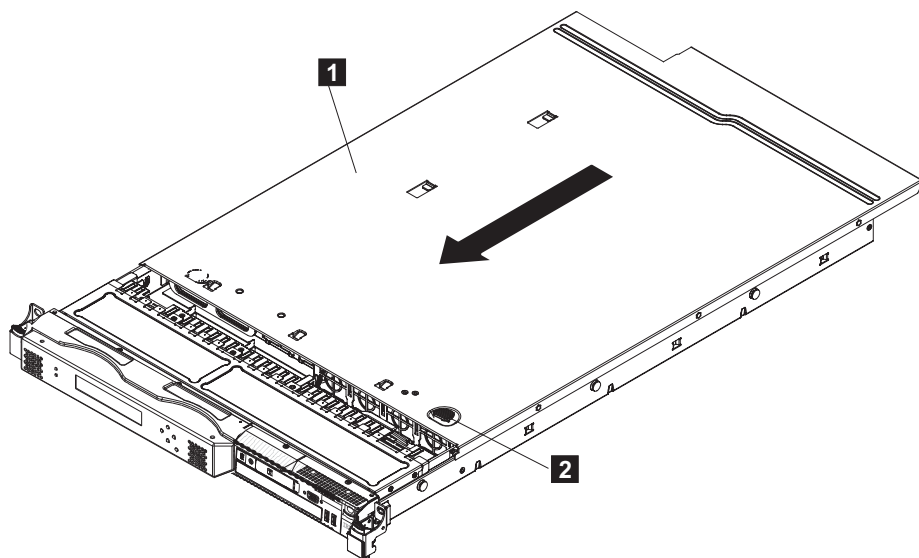

図 69. SAN ボリューム・コントローラー 2145-CG8 または 2145-CF8 カバーの交換
5. 図 69 に示すように、カバーをノードの前面に向けてスライドさせます。